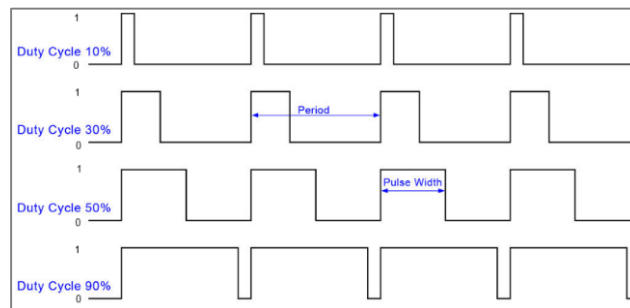

Figura 19 Señales con el mismo periodo y diferente ancho de pulso
La Figura 19 muestra 4 señales con el mismo periodo, pero con diferentes ciclos útiles. A menor ciclo útil el ancho de pulso será menor. El ciclo útil está dado por la ecuación (6).
Al controlar un actuador usando una señal PWM como las de la Figura 19, éste funcionará de acuerdo al valor eficaz de la señal. Por ejemplo si Vcc es 3,3 V y la señal tiene un ciclo útil del 10%, el actuador funcionará como si estuviera controlado por una señal constante de 330 mV. Pero si el ciclo útil es del 50%, el actuador funcionará como si recibiera una señal constante de 1.65 V, y así sucesivamente para los otros ciclos útiles [10]. De esta forma, se puede considerar que para el actuador el microcontrolador está produciendo un valor análogo a su salida.